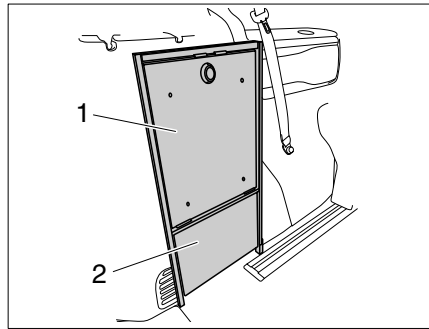
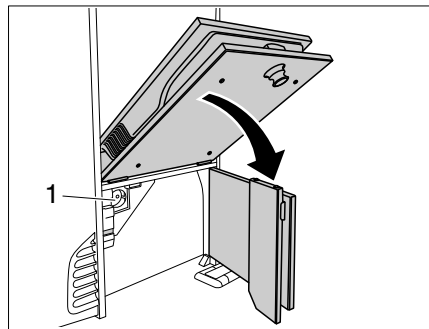

Bild 28 Zugangsklappen
Bild 30 Zugangsklappe Induktionskochfeld
Das Induktionskochfeld des VANSTER befindet sich unter der Zugangsklappe Induktionskochfeld (Bild 28,1) auf der linken Seite des Fahrzeugs. Das Induktionskochfeld kann betrieben werden, wenn das Fahrzeug per Außenstecker mit Landstrom versorgt wird.
- Zugangsklappe Stromversorgung (Bild 28,2) öffnen.
- Zugangsklappe Induktionskochfeld (Bild 28,1) öffnen und nach unten klappen (Bild 30).
- Netzstecker des Induktionskochfelds in die Steckdose (Bild 30,1) einstecken.